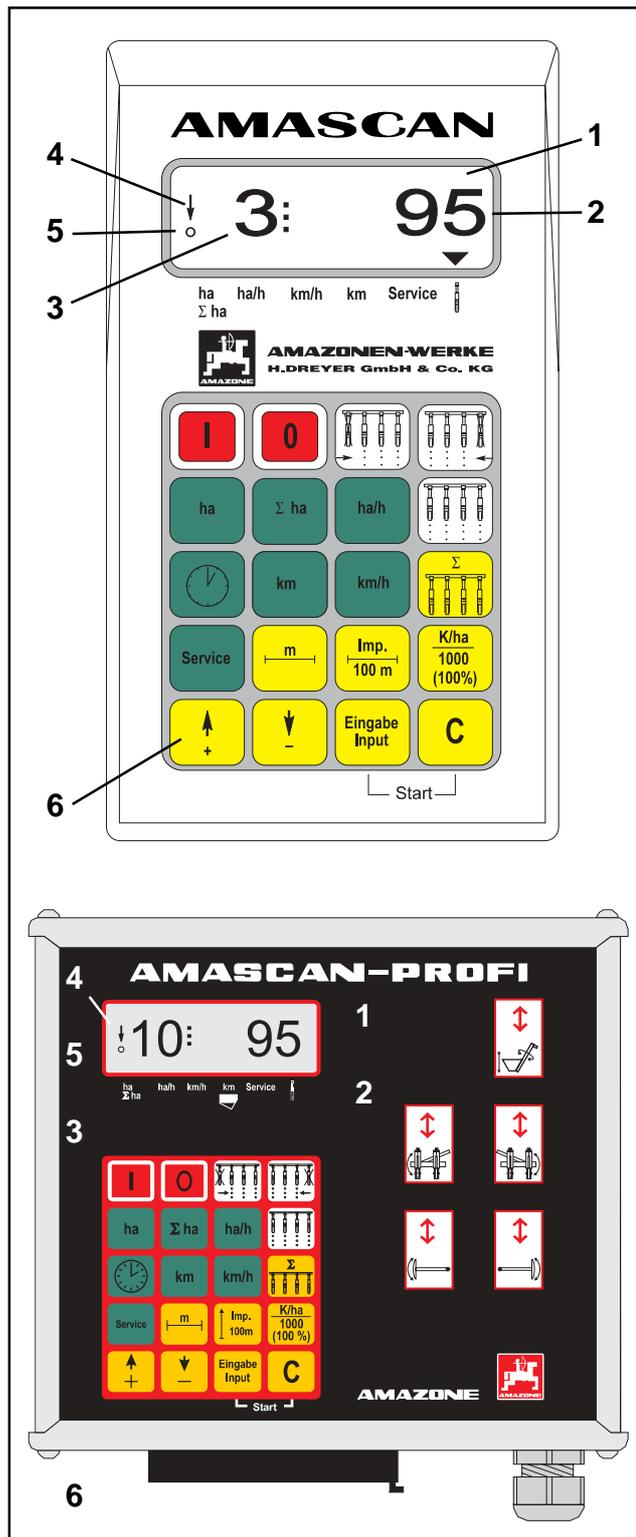

Fig. 11.8
Lorsque le semoir monograine est en configuration de travail, l'écran d'affichage à 6 chiffres (Fig. 11.8/1) indique :
- à droite – la quantité instantanée de graines semées [graines/ha]/1000 (Fig. 11.8/2).
- à gauche (Fig. 11.8/3) l'affichage change (chiffres 1, 2, 3 etc.) automatiquement au bout de 5 secondes. S'affiche alors le numéro d'ordre de l'élément semeur qui est surveillé à cet instant.
- La flèche verticale (Fig. 11.8/4) et le cercle placé en-dessous (Fig. 11.8/5), clignotent dès que le capteur d'avancement (capteur "X") émet des impulsions en direction du boîtier **AMASCAN**.
**Le clavier (Fig. 11.8/6) est divisé en plusieurs zones :**